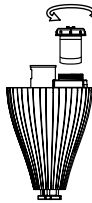
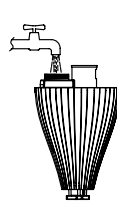

Abb. 3
Abb. 4
- Drehen Sie den Wassertank um und schrauben Sie den Wassertankdeckel mit der Entkalkungspatrone im Gegenuhrzeigersinn ab (Abb. 3). Füllen Sie den Wassertank mit 10°C–50°C warmem, frischem Leitungswasser (Abb. 4).